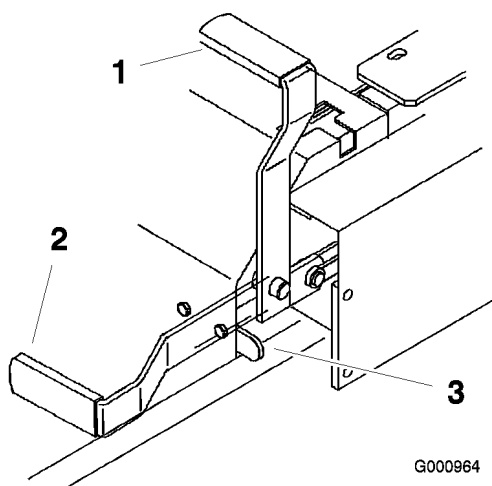

Figura 12
2. Tire de la palanca del freno de estacionamiento hacia arriba y hacia atrás para poner dicho freno (Figura 12). La palanca del freno de estacionamiento debe permanecer firmemente en esa posición.
Empuje hacia adelante y hacia abajo la palanca del freno de estacionamiento para quitar dicho freno (Figura 12). El freno de estacionamiento queda quitado y la palanca descansará en el tope del freno.